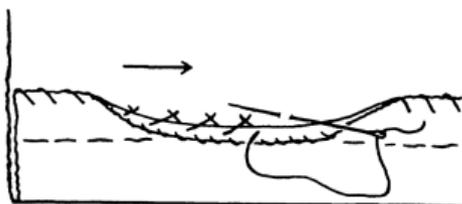

Рис. 9
ПОТАЙНОЙ СТЕЖОК «НАЗАД ИГОЛКУ» (РИС. 9)
1. Закрепите нить с левой стороны изделия, поскольку стежки будут выполняться в направлении «сзади наперед», наподобие крестообразных стежков (рис. 9).
3. Сделайте вправо маленький косой стежок в подгибе под обметкой... Вернитесь вправо и продолжайте (рис. 9).